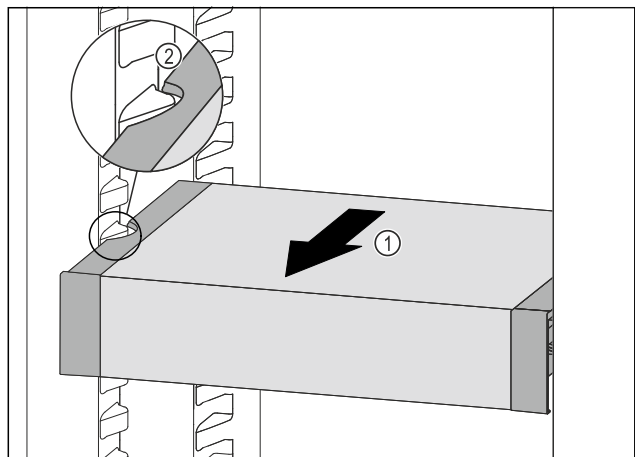

Fig. 57
- ▶ Потягнути VarioSafe вперед Fig. 57 (1), поки бокові заглиблення VarioSafe не опиняться на рівні ребра для резервуара в охолоджувальному відділенні. Fig. 57 (2)